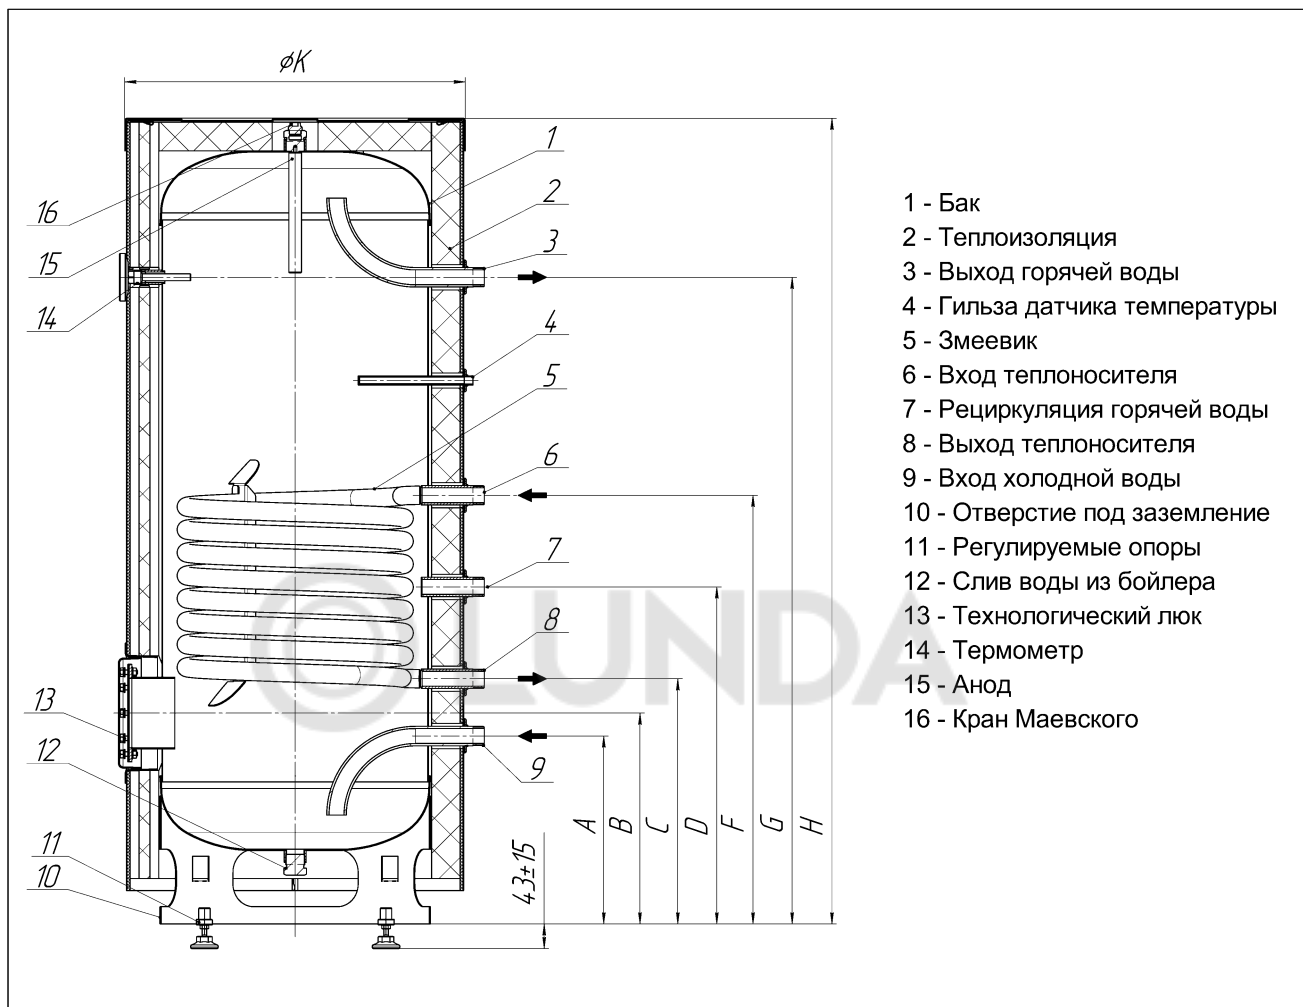
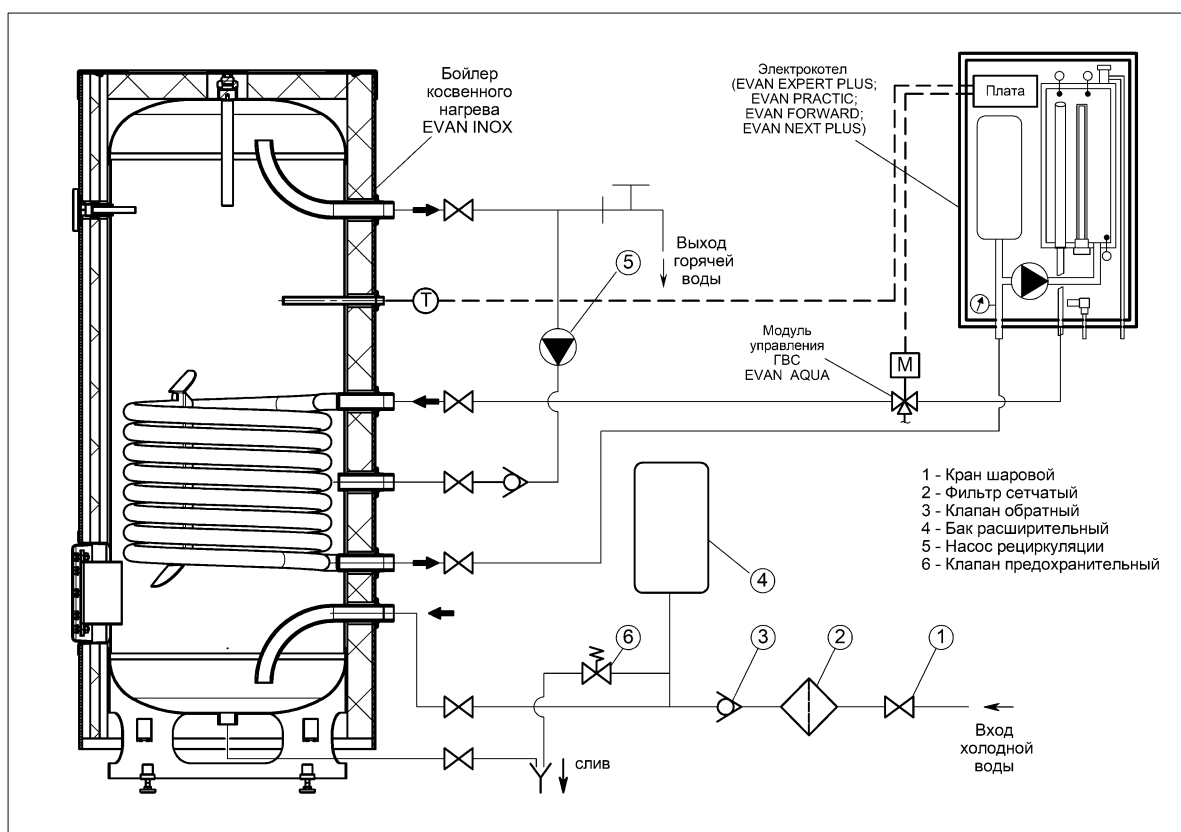

Рисунок 1. Габаритные и присоединительные размеры
Рисунок 2. Типовая гидравлическая схема
5.1 Основные элементы бойлера, габаритные и присоединительные размеры приведены на рисунке 1. Схема работы бойлера приведена на рис.2.
5.3 Внутри бака расположен теплообменник (змеевик) представляющий собой гофрированную нержавеющую трубу выполненную в форме нескольких витков. По замкнутому контуру внутри змеевика бойлера осуществляется циркуляция теплоносителя. При этом через стенку змеевика осуществляется косвенная передача тепла от теплоносителя к нагреваемой воде (см. рис. 2).
| Соединение | Позиция на рис.1 | Ед. измерения | EVAN | EVAN |
Монтаж и запуск бойлера должны выполняться квалифицированным специалистом; в случае электромонтажа ТЭН **квалифицированный специалист должен иметь третью группу по электробезопасности или выше**. В противном случае, вследствие некачественного монтажа, существует риск выхода из строя бойлера и причинения вреда здоровью и имуществу Потребителю и третьим лицам. Типовая гидравлическая схема монтажа бойлера приведена на рис.2. Монтаж бойлера должен осуществляться согласно действующим нормативным документам (СниП, ПУЭ и др.).
(1) установите NTC-датчик температуры воды в гильзу датчика температуры (см. рис. 1 поз.4; см. рис. 2);
(2) подключите NTC-датчик температуры воды к котлу (более подробно см. документацию на котел);
(3) активируйте в настройках котла режим “ГВС” и задайте нужную температуру нагрева воды.